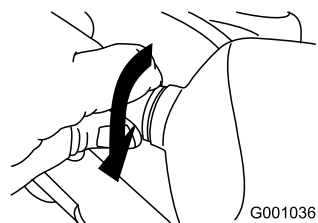

Рисунок 61
5. Поворачивайте цоколь лампы по часовой стрелке до тех пор, пока лампа не будет надежно закреплена (Рисунок 61).